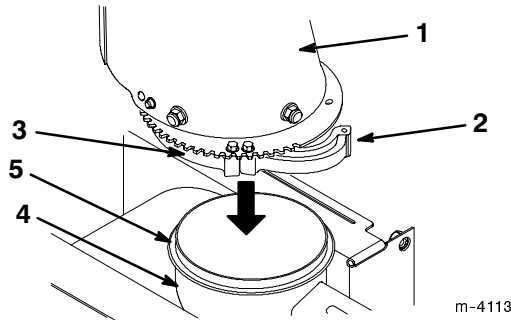

Bild 11
1. Fetten Sie den Kanalring leicht ein (Bild 11).
2. Drehen Sie die lockere Auswurfkanalbefestigung an der Unterseite des Kanals nach außen (Bild 11).
3. Senken Sie den Auswurfkanal auf die Öffnung an der Oberseite des Schneckengetriebegehäuses ab (Bild 11).
4. Stellen Sie sicher, dass der Kanalring in die Rillen an den permanenten Kanalbefestigungen passt (Bild 11).